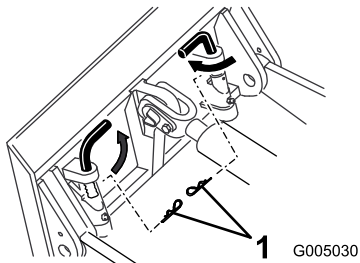

Figure 9
- Sur certains anciens modèles du groupe de déplacement, le ressort et les goupilles de fixation rapide de la plaque de montage (Figure 9) sont munis de trous permettant la mise en place de goupilles fendues lorsque vous utilisez l'enfouisseuse sur de longues distances. Cela évite que les vibrations de l'enfouisseuse ne fassent sortir les goupilles.